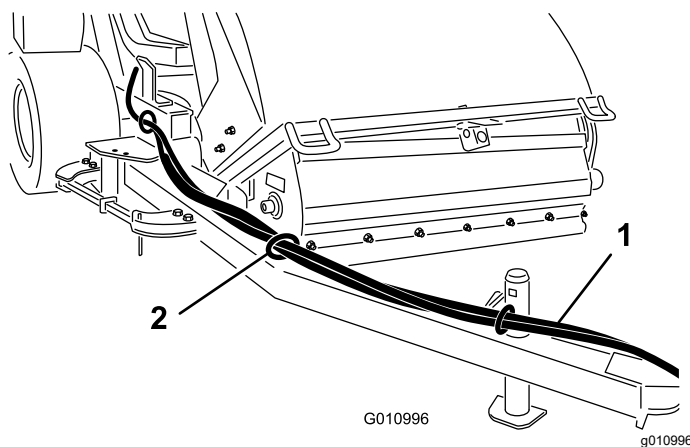

图 11
1. 将液压软管和线束穿过挂钩牵引杆前面的软管导向架图 11。